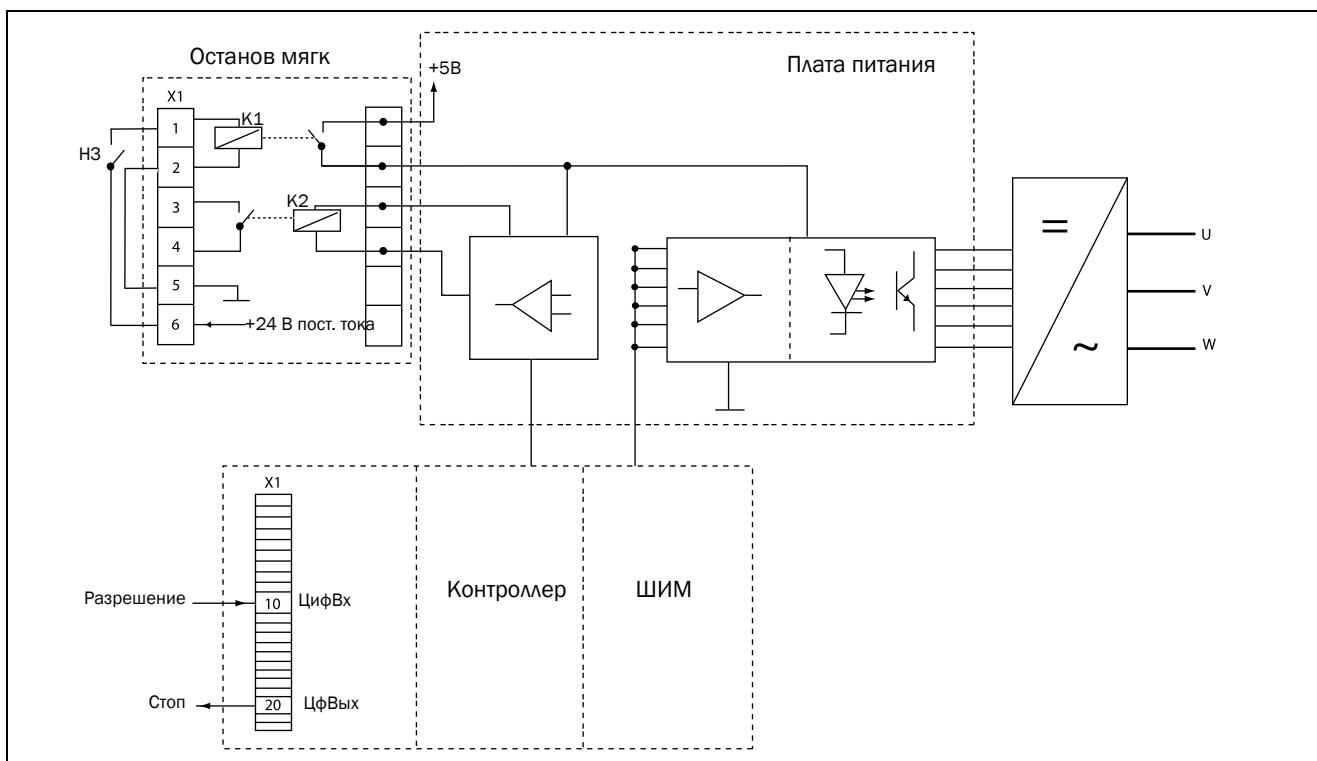

Рис. 137 Подключение "Безопасного останова"
- На плате расширений "Безопасного останова" необходимо активировать вход "Блокировка", подключив к клеммам 1 (Блокировка +) и 2 (Блокировка -) источник 24 В постоянного тока (V_{DC}), чтобы подать напряжение питания цепей преобразователя на провода питания реле K1. См. также Рис. 137.
- Высокий уровень сигнала на цифровом входе, например, клемма 10 на Рис. 137, для которой установлено значение "Разрешение". О настройке цифрового входа см. глава 11.5.2, стр. 166.
Для мониторинга функции "Разрешение" можно пользоваться командой "RUN" цифрового выхода. О настройке цифрового выхода, например, клеммы 20 в примере Рис. 137, см. глава 11.5.4, стр. 173 [540].